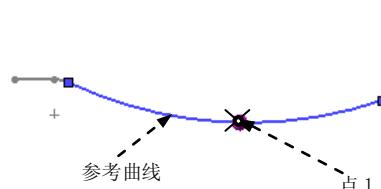

图 6.15.3 参考曲线
Step3. 创建图 6.15.3 所示的点 1。
(1) 选择下拉菜单 **插入(I)** → **参考几何体(G)** → **点(O)...** 命令, 系统弹出“点”对话框。
(2) 定义点的创建类型。在“点”对话框中单击  按钮, 然后选中 百分比(G) 单选项。
(3) 定义点的位置和点数。在  文本框中输入百分比值 55, 在  文本框中输入值 1。
(4) 定义参考曲线。选取图 6.15.3 所示的圆弧为参考曲线。